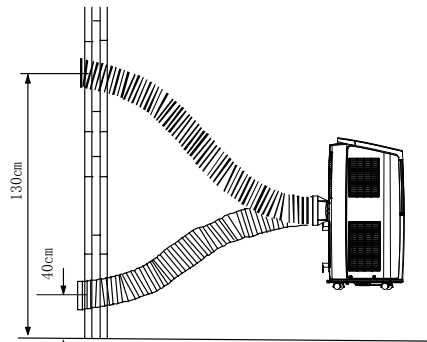

Рис. 4.5
- С целью уменьшения сопротивления воздуха конец отвода трубы необходимо фиксировать таким образом, чтобы ее ось была параллельна горизонтальной плоскости. При этом конец отвода должен находиться на высоте от 40 до 130 см от пола. (см. рис. 4.5).